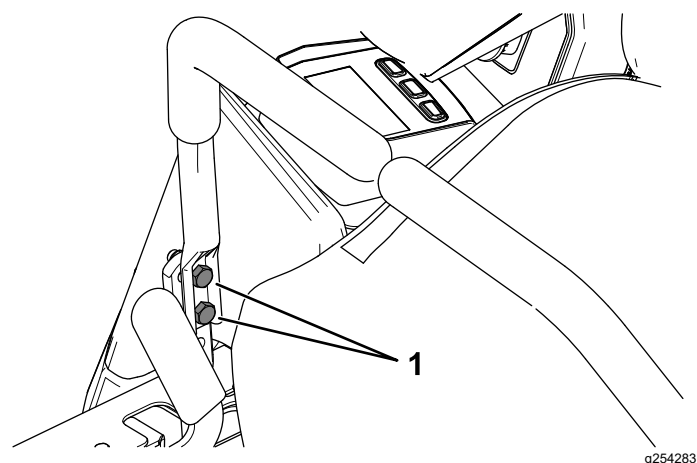

Figura 51
12. Apriete los 2 pernos de montaje de la palanca de control de movimiento (Figura 51).
10. Si es necesario alinearlas, afloje los 2 pernos de montaje de la palanca de control de movimiento del lado que está mal alineado (Figura 51).